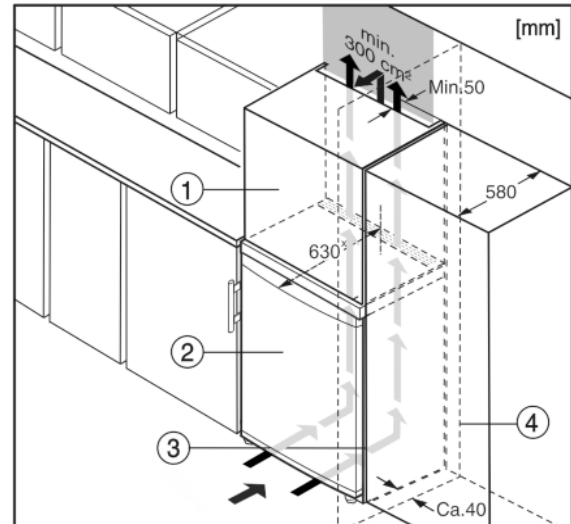

Fig. 6
Prietaisą galima montuoti į virtuvės spintelę. Norint prietaisą Fig. 6 (2) priderinti prie nišos aukščio, virš jo galima įrengti uždedamą spintelę Fig. 6 (1).
Kai prietaisas montuojamas į standartinę virtuvės spintą (maks. gylis 580 mm), tuomet prietaisą galima statyti tiesiog šalia virtuvės spintos Fig. 6 (3). Prietaisas išsikišęs iš už virtuvės spintos priekinės dalies 34 mm x šonuose ir 50 mm x prietaiso viduryje.
Jeigu prietaisas su vyriais statomas greta sienos Fig. 6 (4), mažiausias atstumas tarp prietaiso ir sienos turi būti 40 mm. Šis atstumas atitinka rankenų išsikišimą esant atvertoms durims.\*